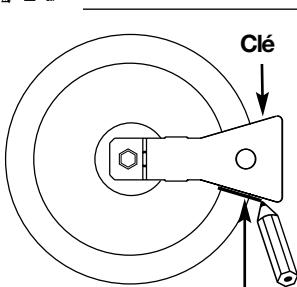

fig.3
- ⇒ Tracez une ligne sur la plaque d'âtre à l'aide d'un crayon à l'endroit indiqué (fig. 3).
- ⇨ Tracez une ligne sur la plaque d'âtre à l'aide d'un crayon à l'endroit indiqué (**fig. 3**).